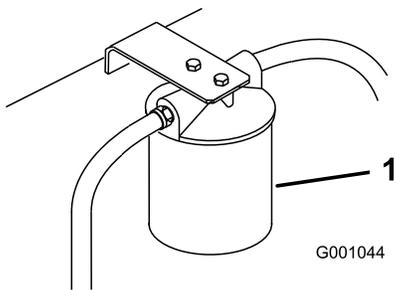

Figura 77
4. Coloque un recipiente bajo el filtro, retire el filtro usado y limpie con un paño la superficie de la junta del adaptador del filtro (Figura 77).